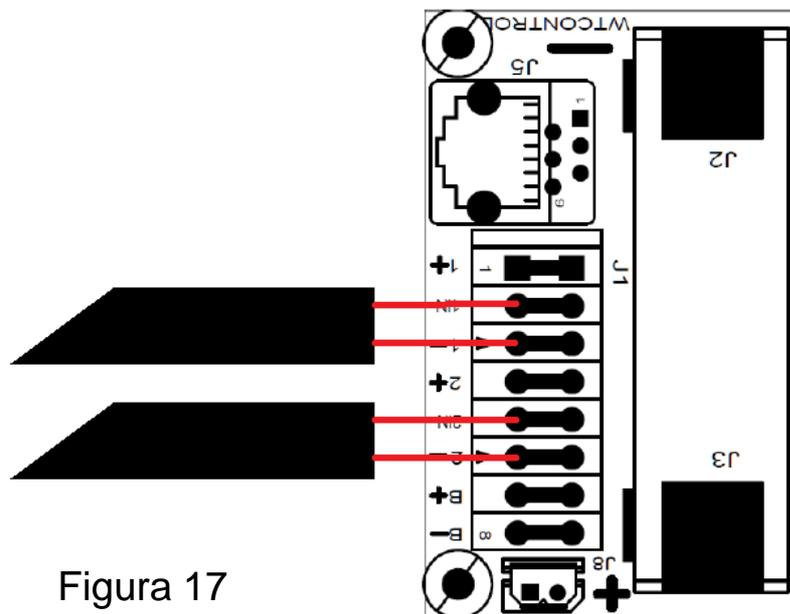

Figura 17
**3.5** – Nel caso di collegamento del TX3 ad un secondo contatore ripetere le operazioni descritte dai punti 3.1 a 3.3. Collegare i due terminali del reed del secondo contatore ai morsetti 2IN e 2- (Figura 17). Il secondo contatore sarà abbinato alla matricola presente sull'etichetta del TX3 + 1 (es. con prima matricola n° 4002345 la seconda matricola sarà la n° 4002346).